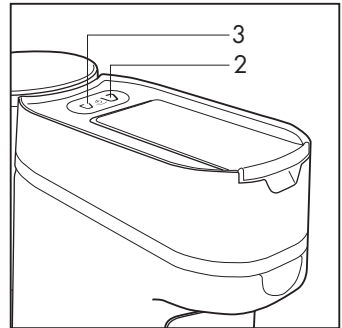

Abb.4
- Schalten Sie das Gerät ein, indem Sie eines der Symbole (2) oder (3) (**Abb.4**). Die Symbole (2-3) blinken abwechselnd, bis die Temperatur erreicht ist; wenn die Symbole (2-3) fest leuchten, ist das Gerät betriebsbereit.
Um das Gerät wieder zu benutzen, drücken Sie ein Abgabesymbol (2-3) und warten Sie auf das Erwärmen: Die Abgabesymbole (2-3) blinken abwechselnd, bis die Temperatur erreicht ist; wenn die Symbole (2-3) fest leuchten, ist das Gerät betriebsbereit. (**Abb. 4**)
Das Gerät kann abgeschaltet werden, indem die Symbole (2-3) gleichzeitig und für 5 Sekunden gedrückt gehalten werden (**Abb.4**)
- Kontrollieren Sie, dass keine Kapseln im Gerät enthalten sind und dass der Behälter (8) mit Wasser gefüllt ist. Schalten Sie das Gerät ein, indem Sie eines der Symbole (2-3) oder gleichzeitig die beiden Symbole (2-3) für das Modell 2 Tassen drücken. Bei Modell 1 Tasse drücken Sie das Symbol (3) (**Abb.4**)